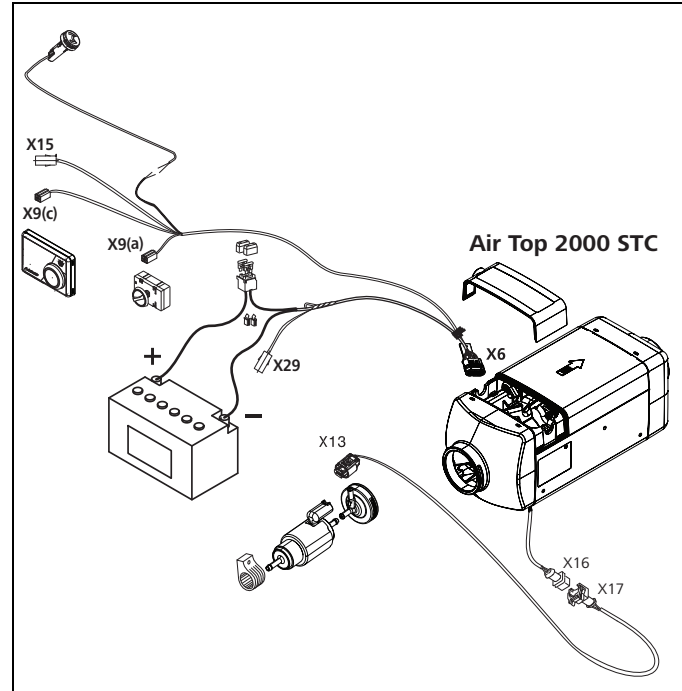
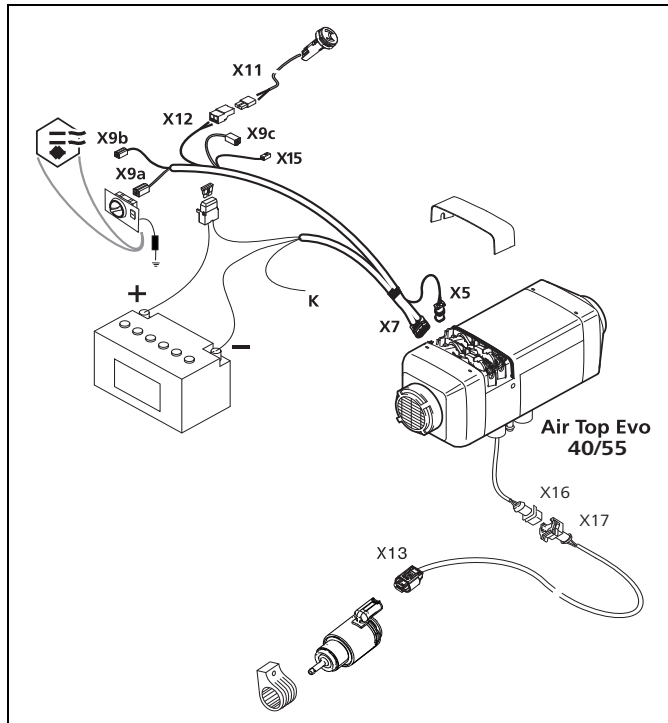

Abb. 32 Kabelbaum Air Top 2000 STC
Abb. 33 Kabelbaum Air Top Evo 40 / Air Top Evo 55
Abb. 32 und Abb. 33 zeigen die Kabelbäume für Air Top 2000 STC und Air Top Evo 40 / Air Top Evo 55
- Kabelbaum des Air Top Evo 40 / Air Top Evo 55 besitzt Leitung K (Abb. 33, Farbe rt/sw) zur optionalen Ansteuerung eines Batterietrennschalters oder einer zusätzlichen Betriebsanzeige.